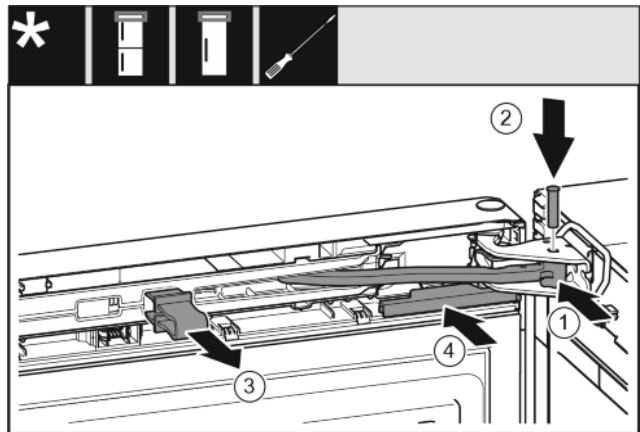

Fig. 39
- ▶ Otočte kloub ve stojanu ložiska. Fig. 39 (1)
- ▶ Vložte čep do stojanu ložiska a kloubu. Přitom dávejte pozor, aby byla zajišťovací vačka správně usazena v drážce. Fig. 39 (2)
- ▶ Vytáhněte pojistku. Fig. 39 (3)
- ▶ Nasuňte kryt. Fig. 39 (4)